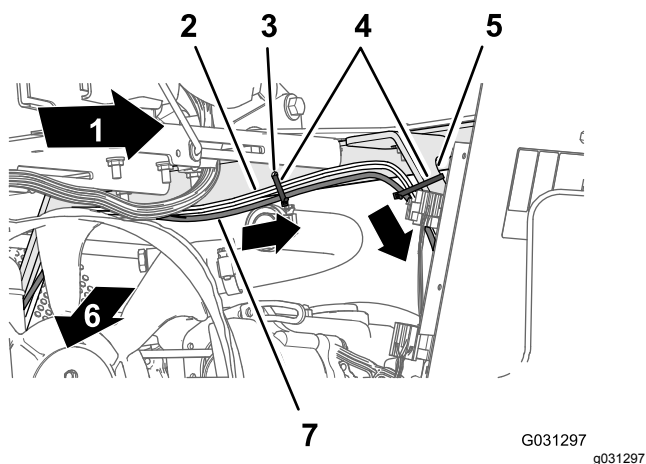
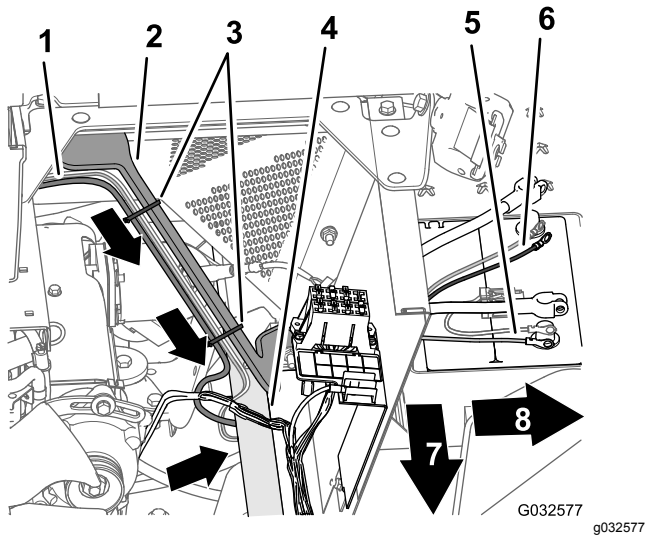

图163
图164
3. 向下沿发动机挡板左支撑架并在左机架管的下方摆放导航系统电气线束 220cm 支管 图163。
4. 用 3 条扎带将线束固定到座椅箱边角中的孔和发动机挡板支撑架上 图163 和 图164。
5. 将导航系统电气线束 220cm 支管的 10A 保险丝和正、负极环形端子放到电池顶部 图164。